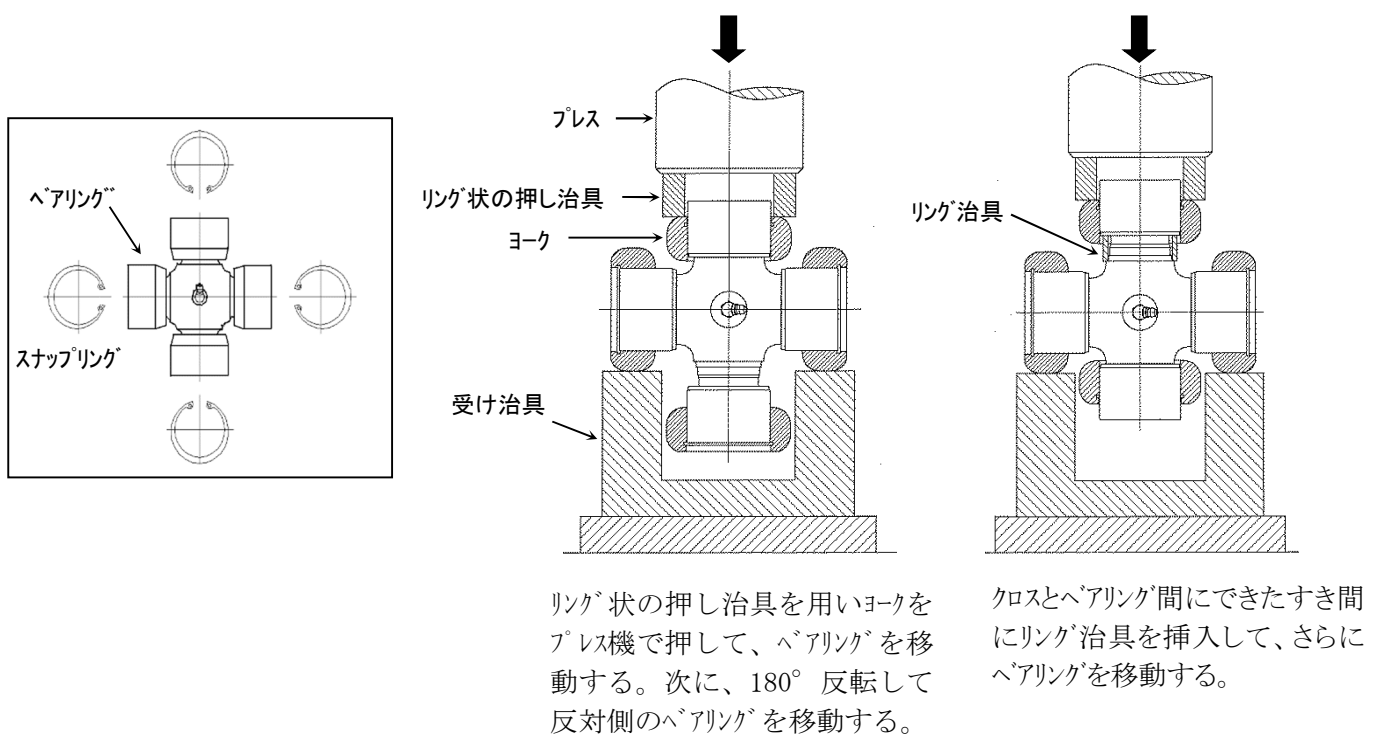

図7 クロスキット部 (クロス・ベアリング) の分解
(1) Aシリーズ、Gシリーズ (図7)
- ① スナップリングプライヤを用いて、スナップリングをヨークから取り外します。
- ② 治具を使用してプレス機によりベアリングを押して取り外します。同様に4個のベアリングをヨークから取り外します。この際、ベアリング外面、ヨークのベアリング穴の内側、および穴端面、クロスピン部に傷をつけないように十分注意して下さい。
- ③ クロスをヨークから取り外します。
- ④ 他のクロスキット部についても、同様の作業を繰り返して下さい。